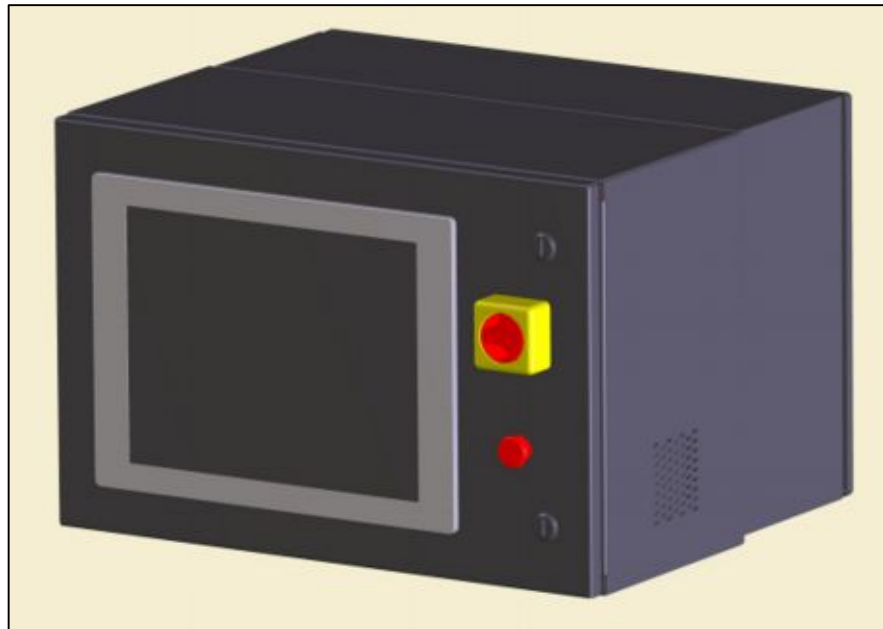

Рис. 7. Пульт Оператора
- Пульт Оператора, как показано на рис. 7, монтируется в корпусе из нержавеющей стали в соответствии со стандартом NEMA 4X (Национальная ассоциация производителей электрооборудования, США), и может располагаться на расстоянии до 50 м от Приборного блока.
- Карты дефектации отражают дефекты по отдельности, так, как их получают во время контроля. Графическое расположение дефектов аналогично по длине и характеру их расположению на валках. Рис.7.